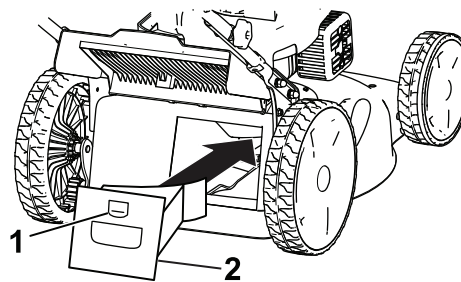

Figure 17
1. Soulevez le volet arrière et gardez-le dans cette position (Figure 17).
2. Montez l'obturateur de mulching dans le carter et verrouillez l'obturateur dans l'ouverture du carter (Figure 17).